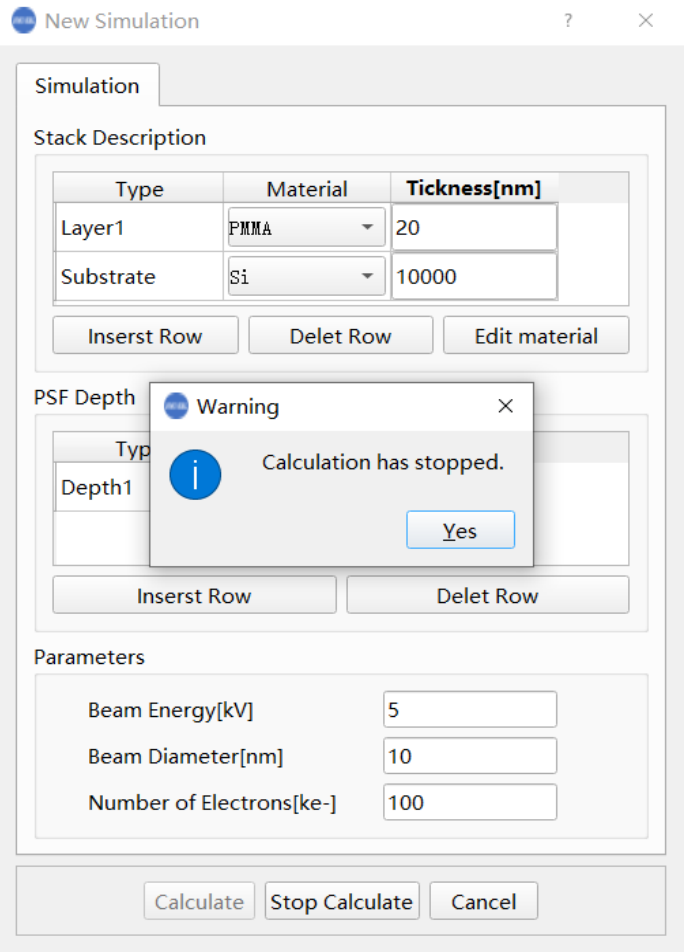

图 2.3.2 终止 Monte Carlo 计算界面
(2)当程序运行时，可点击“Stop Calculate”终止（如图 2.3.2），重新输入参数后再次点击“Calculate”，可开始 Monte Carlo 计算。